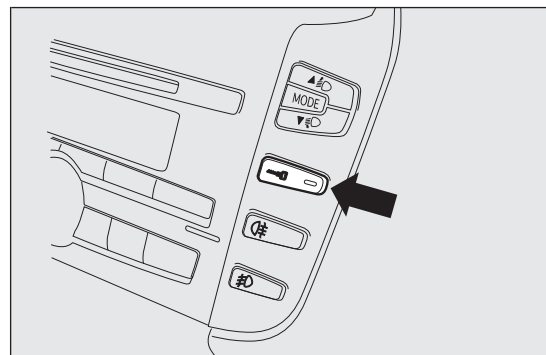

fig. 11
- ☐ botón de bloqueo/desbloqueo de puertas situado en la moldura central fig. 11;